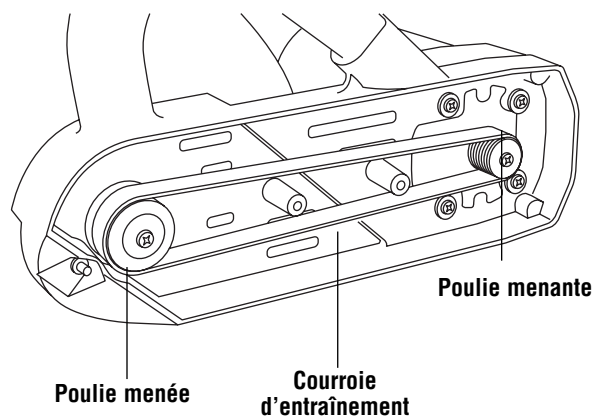

Figure 2. Remplacement de la courroie
2. Coupez et enlevez la courroie usée (Figure 2). Avant d'installer la courroie neuve, nettoyez bien les deux poulies.